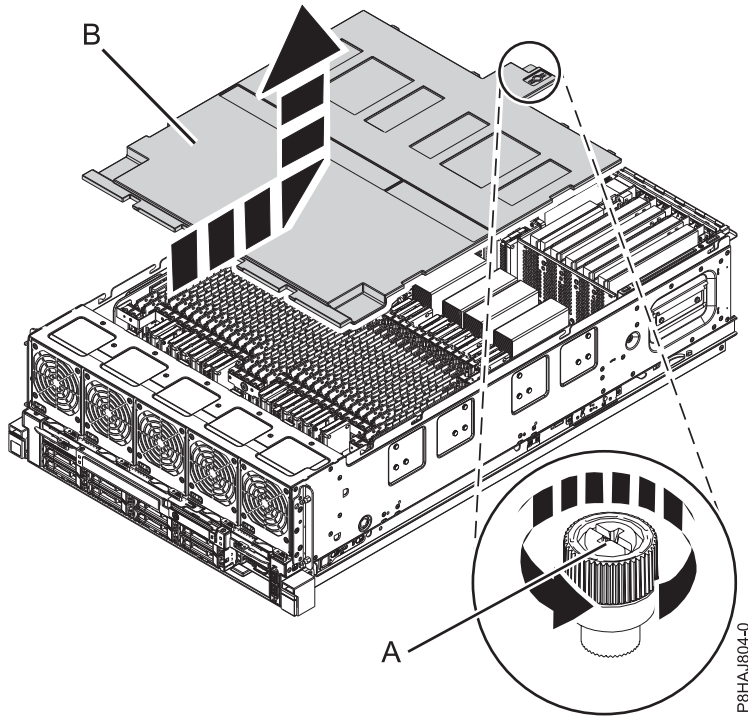

Figura 69. Extracción de la cubierta de seguridad
2. Afloje el tornillo de mano (A) situado en la parte posterior de la cubierta, girándolo en la dirección que se muestra en la Figura 69 en la página 108.
3. Deslice la cubierta de seguridad (B) hacia la parte posterior del sistema. Cuando la parte frontal de la cubierta se haya separado del reborde superior del chasis, levante la cubierta hacia arriba y fuera del sistema.